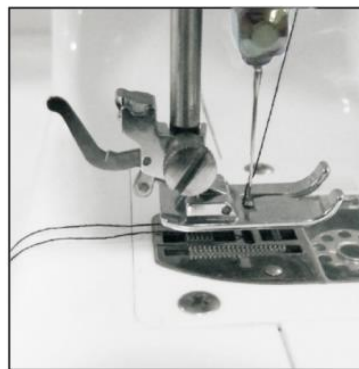

Abb.10
- 4) Schließen Sie die Abdeckung der Unterfadenspule wieder, trennen Sie die zwei Fäden und ziehen Sie diese zur Rückseite der Maschine unter den Nähfuß, lassen Sie dort etwa 15 cm Faden hängen. (Abb. 10)